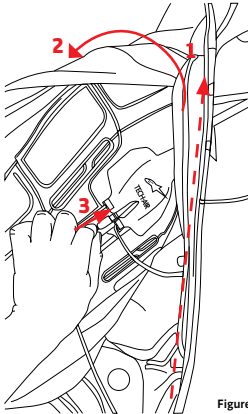

Figure 8
💡 *Encore un conseil : lorsque le système airbag Tech-Air™ Race est installé dans une combinaison en cuir, le port Micro USB est plus facilement accessible en ouvrant l'une des fermetures éclair du gilet (1) et en soulevant partiellement le gilet vers l'extérieur. (Voir figure 8).*
*Encore un conseil : il est plus simple d'accéder au commutateur maître (8) en ouvrant d'abord les fermetures de fixation du gilet compatible (1) et en enlevant partiellement le gilet de la combinaison (voir la figure 8). Naturellement, en rallumant le commutateur maître, la fermeture de fixation du gilet doit être fixée de nouveau.*